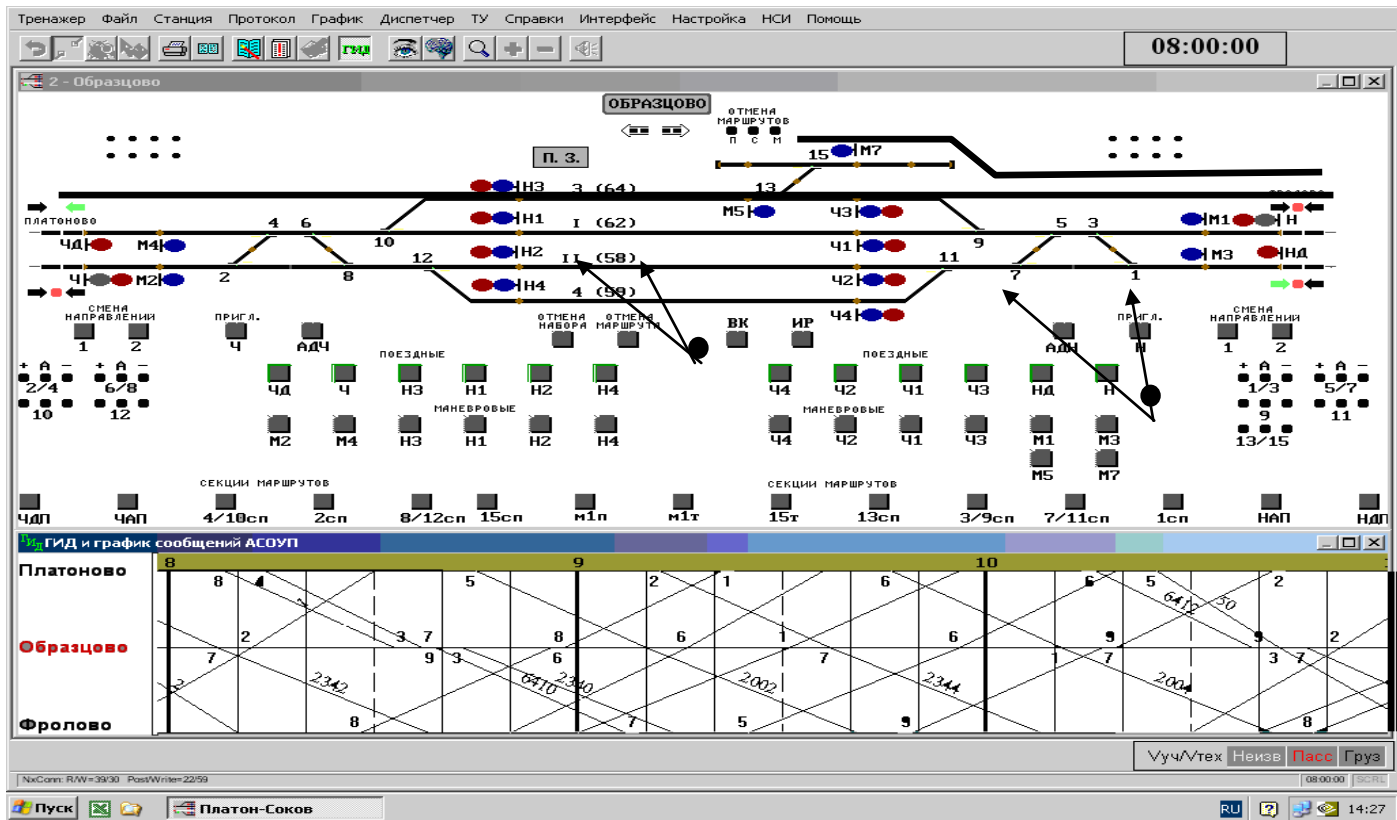

Рисунок 3 – Фрагмент пульт – табло станции при заданном маршруте приема поезда
Например, для задания маршрута приема поезда с перегона на 3-й приемо-отправочный путь (рисунок 3), необходимо курсором «мышь» нажать кнопку светофора **Н** (входного светофора, попутного движению поезда), а затем кнопку светофора **ЧЗ** (встречного по ходу движения поезда). Т.е. задан маршрут приема (полоса черного цвета) поезда с нечетного направления.
маршрута, необходимо нажать на пульт – табло кнопку «**Отмена маршрута**» и кнопку светофора, который был задан первым в данном маршруте. *Например*, чтобы отменить заданный маршрут на безостановочный пропуск подвижного состава по II пути (рисунок 3), нажимаются кнопки «**Отмена маршрута**» и кнопка входного светофора **Ч**. Через некоторое время неверно заданный маршрут гаснет. ДСП может приготовить маршрут заново.
- проверить правильность задания маршрута и открытие входного светофора (рисунок 3).
Для просмотра графика с 0 до 24 часов необходимо установить курсор «мыши» на строку времени (рисунок 3), нажать левую клавишу, перемещая при этом «мышь» вправо или влево.